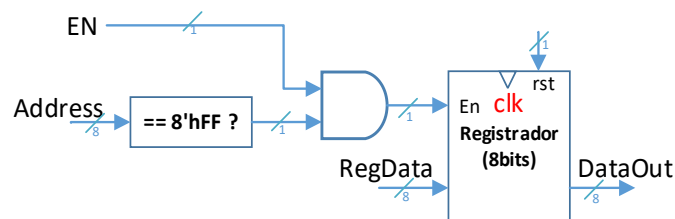

Figura 2 – Saída paralela mapeada no endereço 8'hFF da memória
- Ao armazenar o conteúdo de algum registrador  $\$X$  no endereço 8'hFF da memória de dados, **SB**  $\$X$ , **FF(\$0)**, o bloco **ParallelOUT** redirecionará o conteúdo de  $\$X$  para a saída paralela **w\_DataOut**. A especificação lógica do circuito de saída está ilustrada na Figura 2